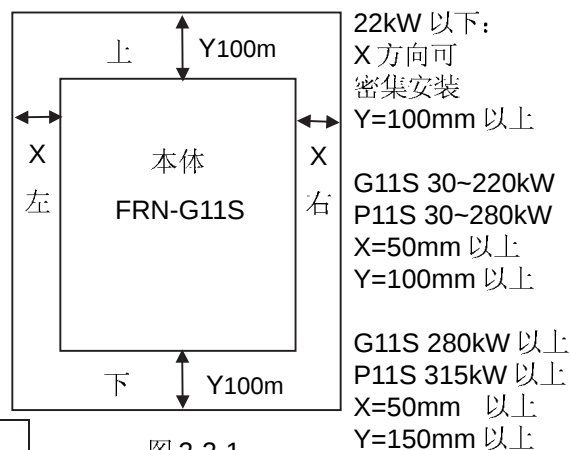

图 2-2-1
① 变频器应垂直安装, 在正前方能看到 FRENIC5000G11S 或 FRENIC5000P11S。请勿倒装, 斜装或水平安装。应使用螺钉安装在牢固的结构上。
② 变频器运行时要产生热量, 为确保冷却空气的通路, 应如图 2-2-1 所示, 设计留有一定的空间。产生的热量向上散发, 所以不要安装在不耐热设备的下方。
③ 变频器运行时, 散热板的温度能达到接近 90°C。所以, 变频器背面的安装面必须要用能耐受较高温度的材质。